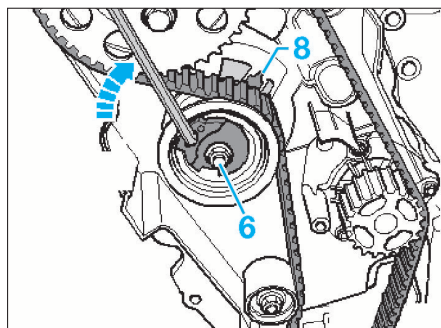

FIG. 14
- Desserrer l'écrou (6) du galet tendeur puis à l'aide de la clé 6 pans, tourner le galet tendeur dans le sens horaire jusqu'à ce que l'index (8) du galet tendeur soit aligné avec la rainure de sa patte fixe (Fig.14).